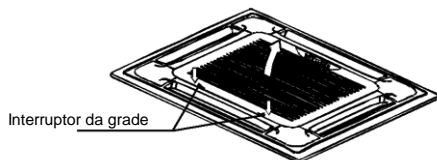

Figura 8
(1) Remova a grade interna.
- a. Pressione os botões da grade simultaneamente, e então levante a grade. (Consulte a figura 8)